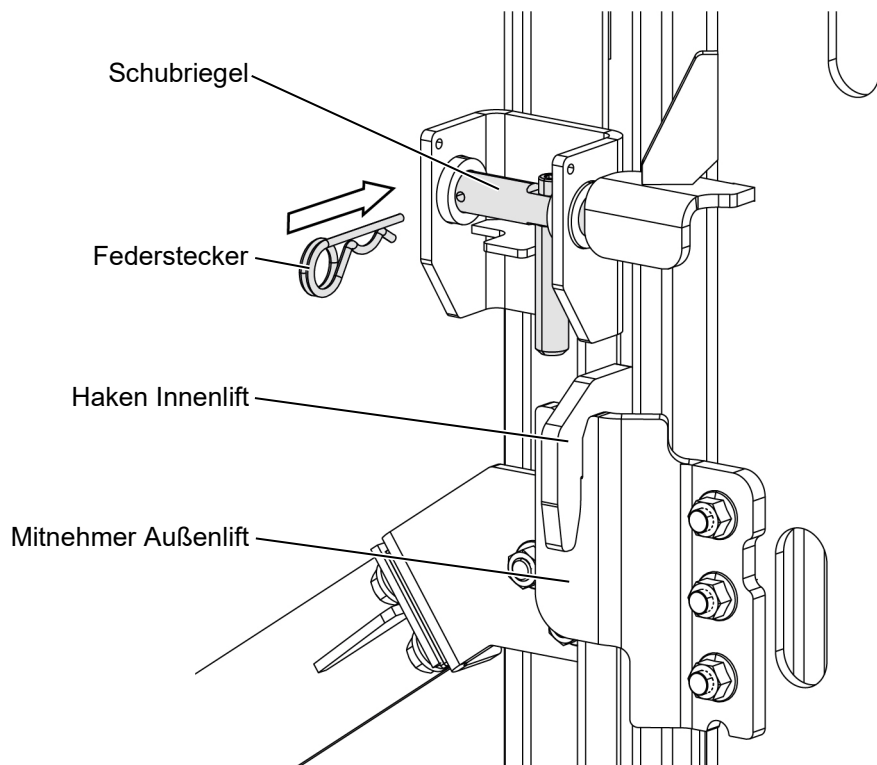

Abbildung 25: Schubriegel (2)
- ▶ Stellen Sie beide Schubriegel an den Läufern des Innenliftes in Richtung Fahrzeugäußeres (siehe Abbildung 25).